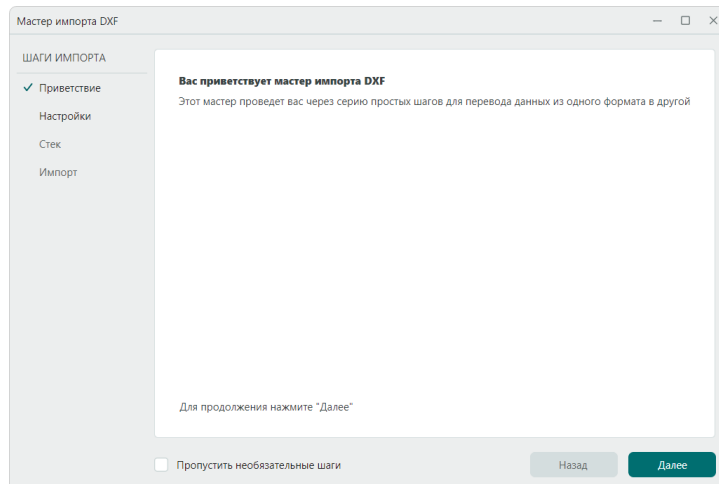

Рис. 63 Стартовое окно мастера импорта .dxf
2. Нажмите кнопку «Далее» в открывшемся стартовом окне мастера импорта DXF», см. Рис. 63.